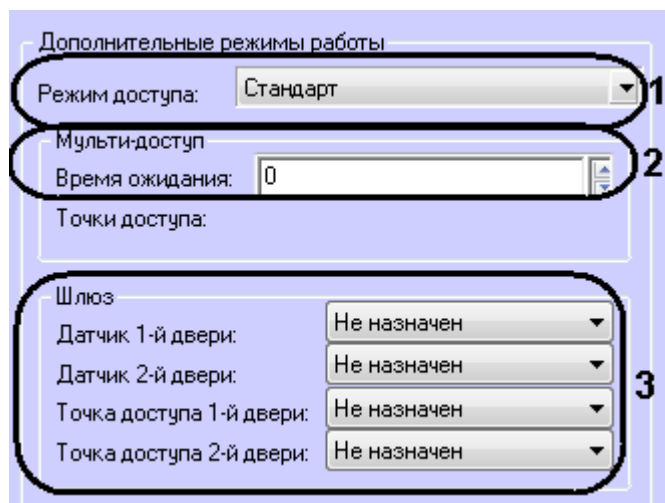

Рис. 3.4—2 Настройка режима работы контроллеров BioSmart PROX v.2 и BioSmart PROX-E
1. Выбрать режим работы контроллера из раскрывающегося списка **Режим доступа** (Рис. 3.4—2, 1).
2. Если был задан режим **Мульти**, в поле **Время ожидания** ввести максимально возможное время в секундах между сканированиями отпечатков (прикладывании карт доступа) с разных сторон двери (см. Рис. 3.4—2, 2). При превышении данного времени доступ предоставлен не будет.
3. Если был задан режим **Шлюз**, установить соответствие датчиков и точек доступа дверей дискретным выходам контроллера (см. Рис. 3.4—2, 3).